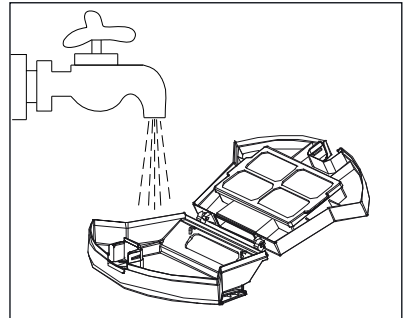

Abb. 12
- 6) Reinigen Sie den Staubbehälter **14** und den Siebfilter mit kaltem oder lauwarmem Wasser (siehe Abb. 12). Lassen Sie den Staubbehälter **14** und den Siebfilter vollständig an der Luft trocknen, bevor Sie den Staubbehälter **14** wieder in das Gerät einsetzen.